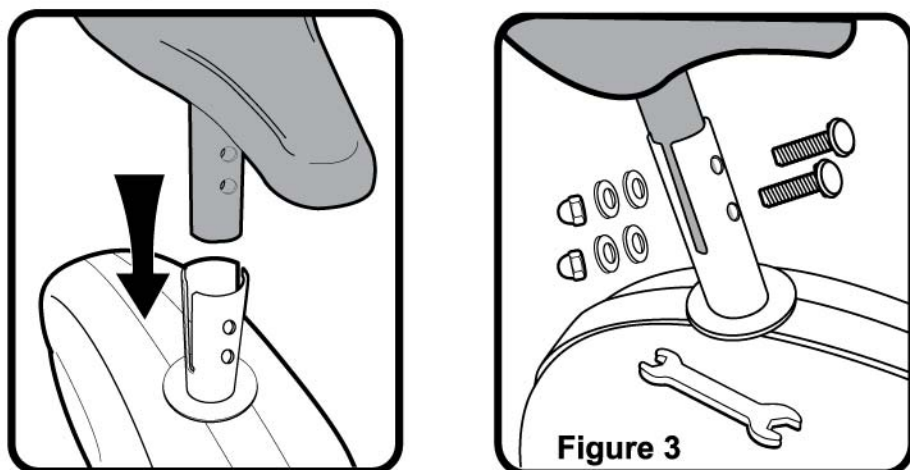

Figure 3
- Insérer le montant du siège dans le tube du siège. Utiliser 2 vis « M6 x 30MM » avec 1 rondelle métallique et 1 rondelle en plastique « M6 » et 2 écrous borgnes « M6 » pour attacher le montant du siège au tube du siège. Comme indiqué sur la **Figure 3**.